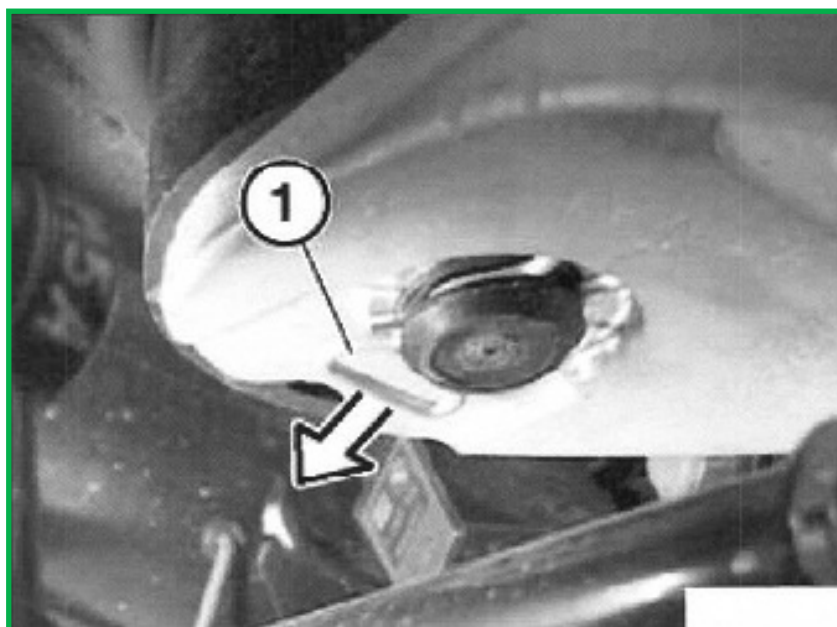

图5
7. 从空气弹簧底座下面拆下锁扣(1) , 然后拆下空气弹簧。(图5)